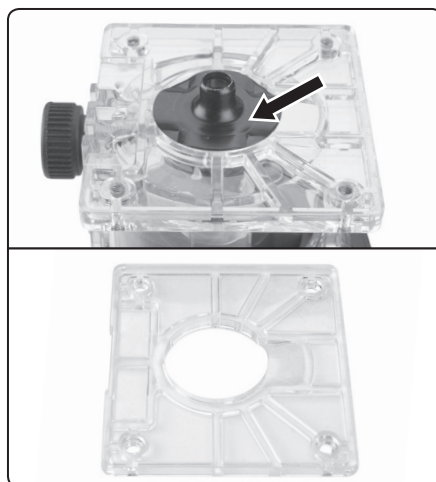

Abb. 13
4. Setzen Sie die Kopierhülse in das Loch im unteren Teil der Basis ein, wie in Abb. 13 gezeigt. Für den Einsatz der Kopierhülse müssen dünne Fräser verwendet werden, deren Durchmesser kleiner ist als der Durchmesser des Fräseschafts. Der Durchmesser des Fräseschafts muss so sein, dass der Fräser bei Umdrehungen die Wände der Kopierhülse nicht berührt.